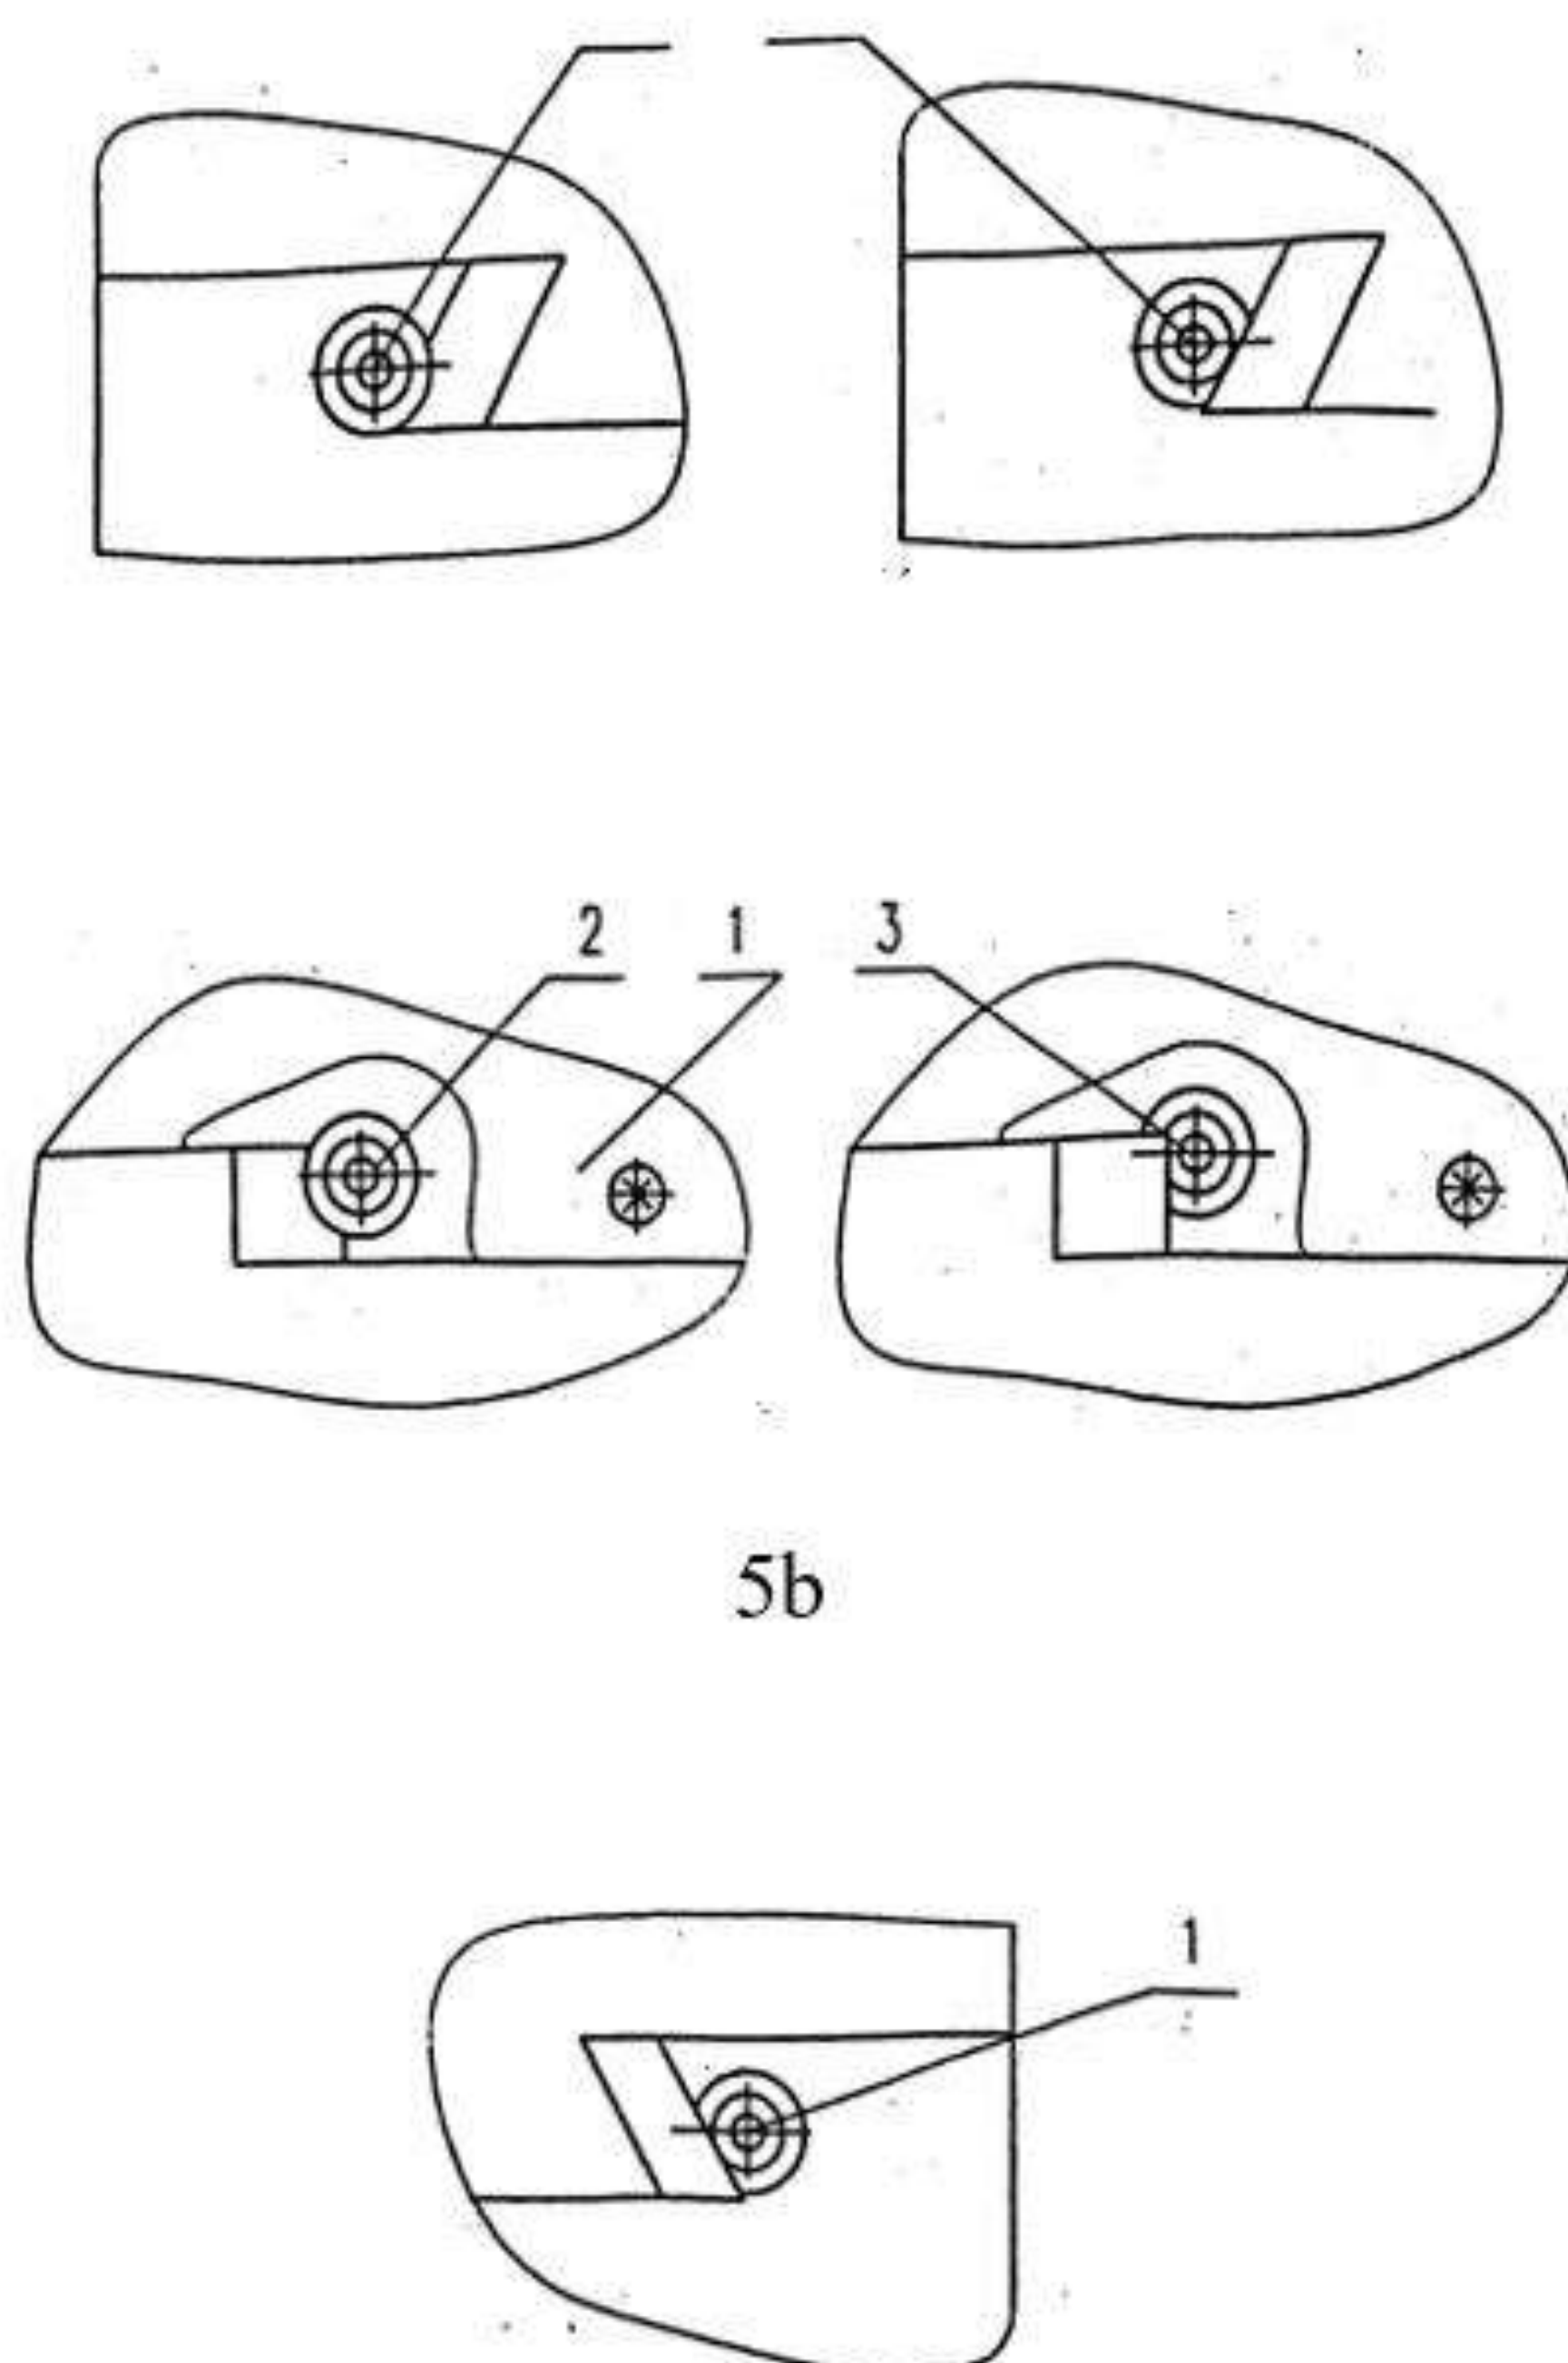

Рис. 5 РЕГУЛИРОВКА ЗАЗОРА
- Регулировка вертикальных планок. Сначала освободить установочный винт малого торца планки 1, затем винтом большого торца 2 отрегулировать до нужного положения, после чего соответствующим образом зафиксировать винт 1. (Рисунок 5а)